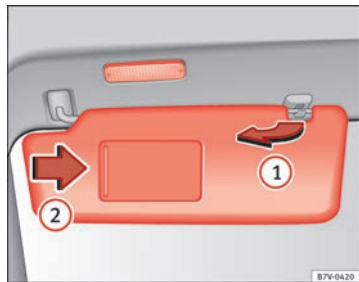

Fig. 68 Pala de sol.
- A pala do sol pode ser puxada para fora da fixação e ser virada para a porta ⇒ Fig. 68 ①.